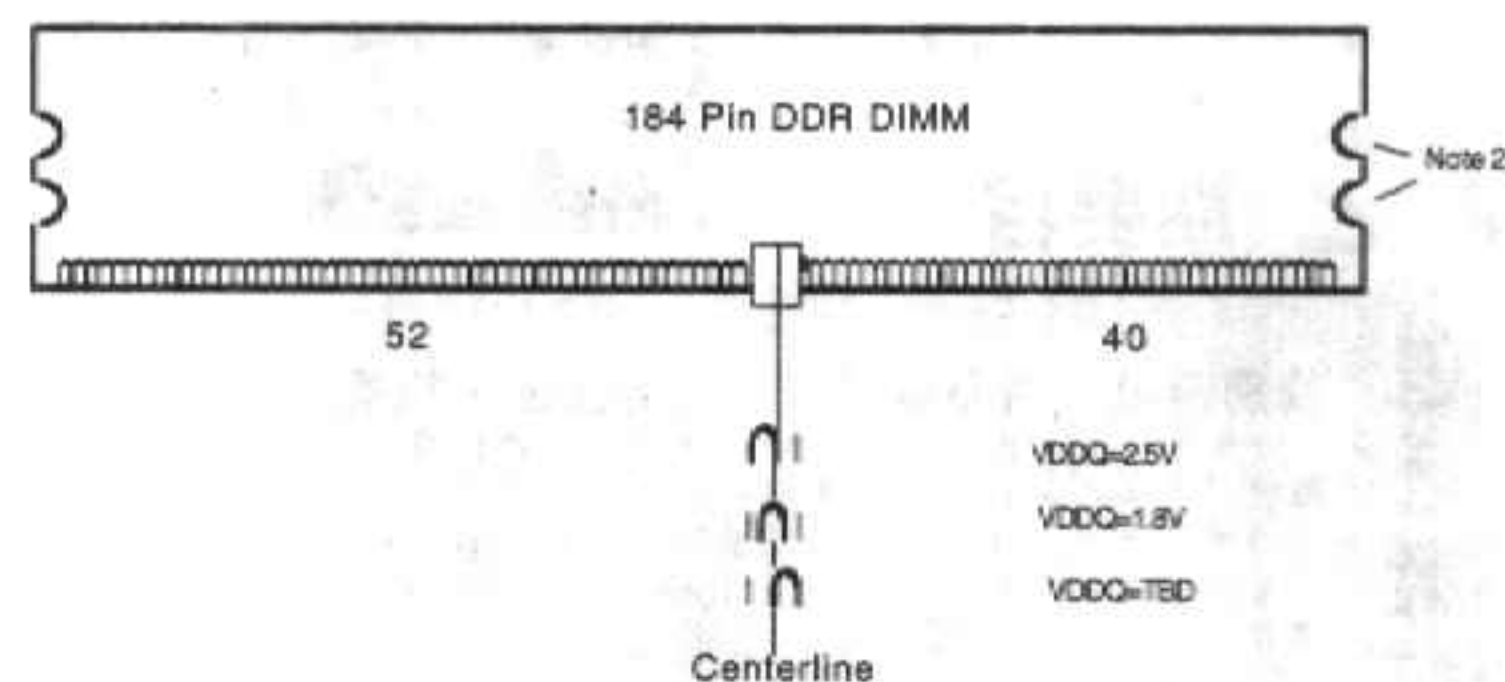

图5 DDR SDRAM内存的结构示意图
4)。另外,DDR SDRAM模组和SDRAM模组也有很大不同。当两者均为标准内存时,尽管他们的PCB板长度是相同的(为133.35mm),但它们的针脚数和分布情况都不相同。如图5所示,DDR SDRAM内存模组共有184Pin,分布于正反两面。内存板上有一插槽,左侧52Pin,右侧40Pin,此插槽可处于三种位置,分别代表不同的供电电压,如果插槽靠左,表示采用2.5V的供电电压。近期内DDR模组都将采用2.5V供电电压。介绍到这里,想必大家已能很容易地分辨DDR SDRAM和SDRAM了。